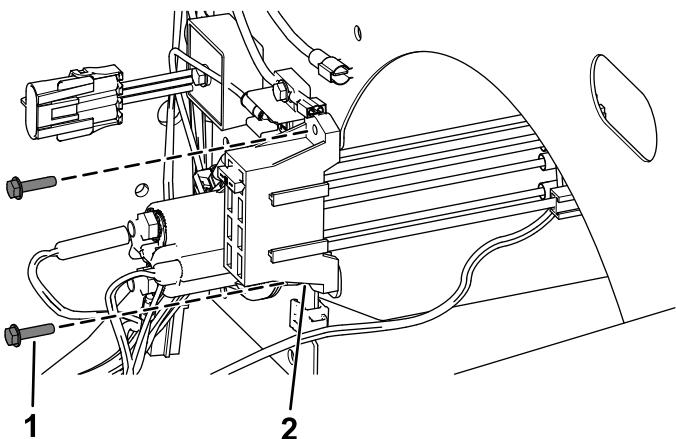

Figura 21
- **Para máquinas de 2019 e posteriores**, prenda o novo bloco de fusíveis utilizando os dois parafusos autorroscantes como se mostra na Figura 21.